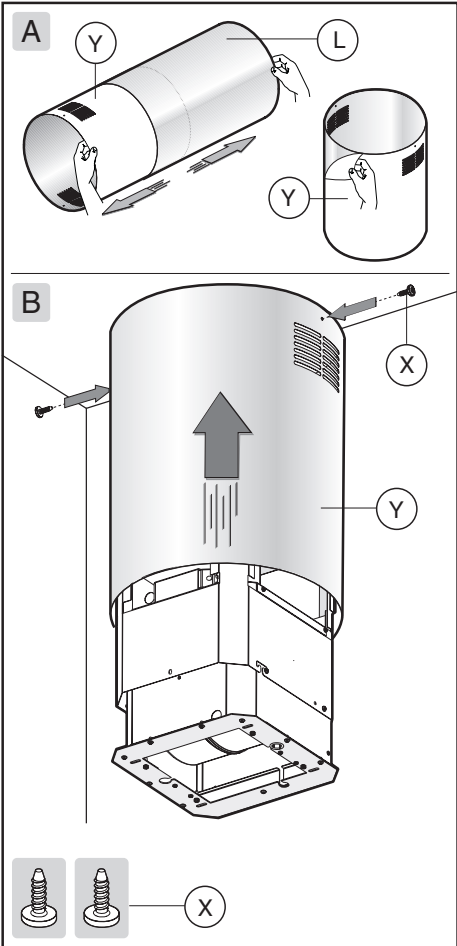

Fig.10
- Prendere il camino superiore **Y** e fissarlo alla struttura mediante le 2 viti **X** (Fig.10 B).